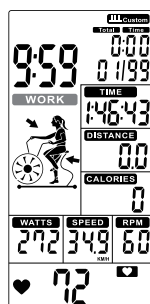

Figure 36
- ⑤ Die Zykluszeit wird von der voreingestellten Gesamtzeit heruntergezählt und WORK blinkt einmal pro Sekunde. Dann werden GESAMTZEIT, ENTFERNUNG, KALORIEN, WATTEN, GESCHWINDIGKEIT und U/MIN beginnen mit der Berechnung, der Zähler zeigt '01/XX' an (Abbildung 36).
- ⑤ Cycle time counts down from the preset total time and WORK flashes once per second. Then TOTAL TIME, DISTANCE, CALORIES, WATTS, SPEED & RPM start calculating, counting displays '01/XX' (Figure 36).